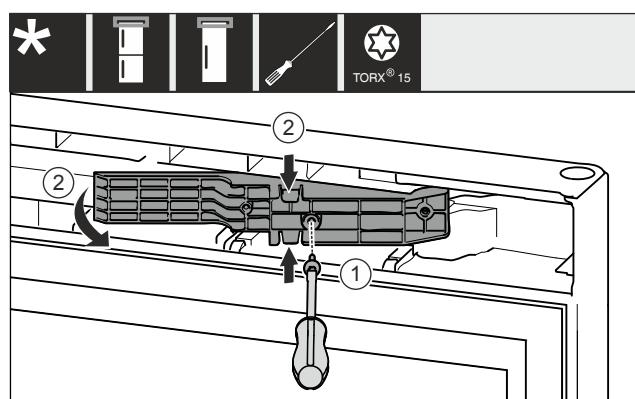

Fig. 12 \*
- Vijake odvijte z izvijačem T15. Fig. 12 (1)\*
- Izvlecite prilagodilnik. Fig. 12 (2)\*